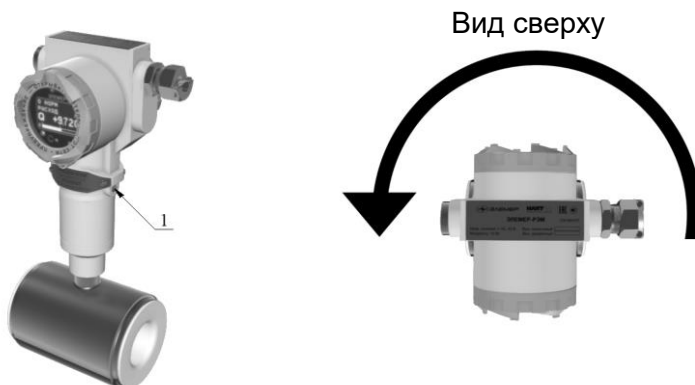

Рисунок 3.1 – Поворот корпуса БПР
- ослабить стопорные винты (1) (рисунок 3.1);